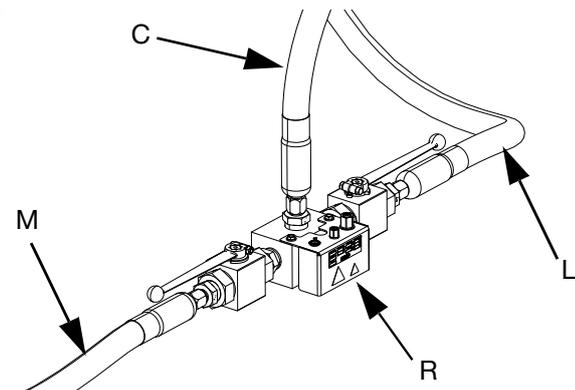

ABB. 23
- c. Tandemschlauch 1 (L) und Tandemschlauch 2 (M) vom Zufuhrsystem am Tandemblock (R) anschließen. Siehe ABB. 23.
- d. Versorgungsschlauch 1 (C) am Tandemblock (R) anschließen. Siehe ABB. 23.